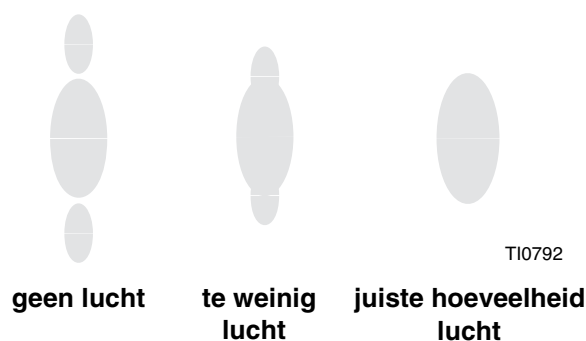

FIG. 11: Correct spuitpatroon
4. Draai de druk voor de vernevelingslucht op circa 70 kPa (0,7 bar, 10 psi) wanneer de trekker wordt ingedrukt. Controleer het spuitpatroon en stel de luchtdruk bij tot de slierten aan het einde volledig worden verneveld en in het spuitpatroon worden getrokken. Zie Fig. 11. Ga niet verder dan een luchtdruk van 0,7 MPa (7 bar, 100 psi) naar het pistool.